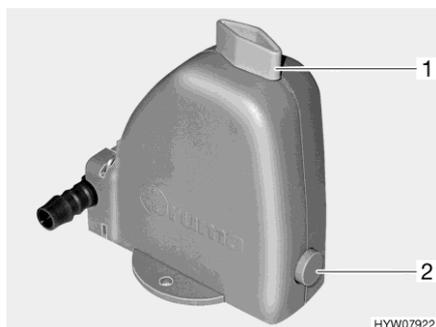

Fig. 117 Valvola di sicurezza/di scarico
Il riscaldamento è dotato di una valvola di sicurezza/di scarico (Fig. 117). La valvola di sicurezza/di scarico impedisce che l'acqua per la preparazione dell'acqua calda congeli in presenza di basse temperature esterne, quando il riscaldamento non è acceso.
- Chiudere la valvola di sicurezza/di scarico. A tal fine ruotare la manopola (Fig. 117,1) verticalmente rispetto alla valvola di sicurezza/di scarico e premere verso l'interno il bottone automatico (Fig. 117,2).
- Aprire la valvola di sicurezza/di scarico. A tal fine ruotare la manopola (Fig. 117,1) nel senso della lunghezza della valvola di sicurezza/di scarico. Il bottone automatico (Fig. 117,2) scatta all'infuori. Il serbatoio dell'acqua sanitaria viene svuotato verso l'esterno tramite la valvola di sicurezza/di scarico.